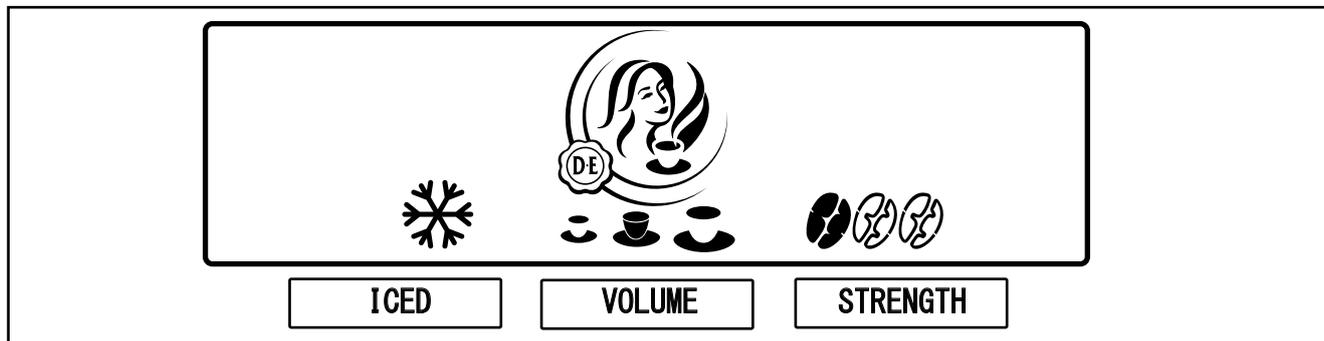

図15
お客様の装置には予備選択機能が付いています。設置の際、場合によっては、サービステクニシャンがこれらの予備選択機能を利用できるようにしてあります。予備選択キーを選択すると、下記の予備選択項目がディスプレイに表示されます(図15)。
2. 予備選択キー「ICED (冷飲料)」を押して、この予備選択を使用できるようにしてください。冷飲料のシンボルが表示されます。(図15)
2. 予備選択キー「VOLUME (分量)」を押して、この予備選択を使用できるようにしてください。3個のカップシンボル (小 - 中 - 大) が表示されます。(図15)